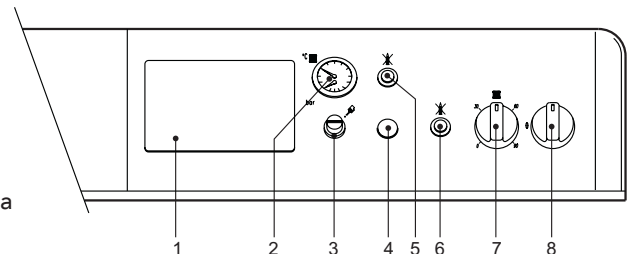

Fig. 1
- Coloque o interruptor da caldeira "8" na posição 1 (fig. 1).
- Se a caldeira possuir uma unidade de controlo electrónica termostática, montada na posição 1 (fig. 1), o utilizador deverá também ter em conta as instruções fornecidas pelo fabricante da mesma.
Rodando o botão 7 (fig. 1) para a direita, a temperatura da água de aquecimento aumenta; para a esquerda diminui. A temperatura pode ser regulada entre um mínimo de 30° e um máximo de 90°. No entanto, é aconselhável não utilizar a caldeira a uma temperatura inferior a 45 °C.
Programa com o termóstato ambiente a temperatura desejada para cada compartimento. Através do comando do termóstato ambiente, a caldeira liga-se e aquece a água à temperatura predefinida pelo termóstato de regulação da caldeira 7 da fig. 1. Al, alcançando a temperatura desejada no interior das zonas o gerador desliga-se.
A pressão de enchimento, com o circuito frio, lida no hidrómetro da caldeira porm. 2 da fig.1, deve ser de cerca 1,0 bar. Se, durante o funcionamento, a pressão do circuito descer (devido à evaporação dos gases dissolvidos na água) a valores inferiores ao mínimo indicado, abra a torneira de enchimento e restabeleça o valor inicial. No final da operação, volte a fechar a válvula de enchimento.